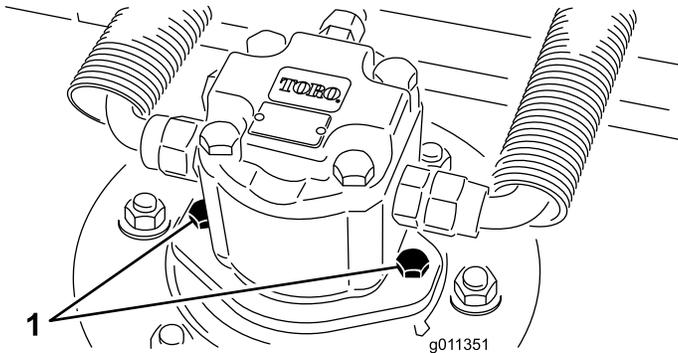

Figura 64
2. Desligue e retire o motor hidráulico da plataforma (Figura 64) Cubra a parte superior do eixo para não o sujar.
4. Instale o motor hidráulico na plataforma (Figura 64). Verifique se o anel de retenção está posicionado correctamente e não está danificado.